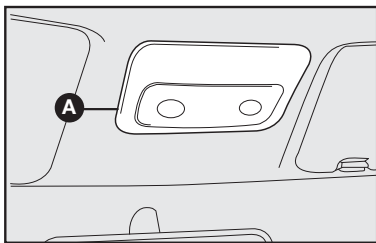
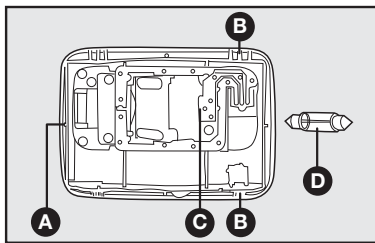

fig. 25
fig. 26
CONJUNTO DA LUZ INTERNA - figs. 25 e 26
- com uma chave de fenda no ponto **A-fig. 25**, remover o conjunto da luz interna montada a pressão pelas travas **B-fig. 26**.
- retirar o refletor recolocando a nova lâmpada na sede **C-fig. 26** e substituir a lâmpada cilíndrica **D**.